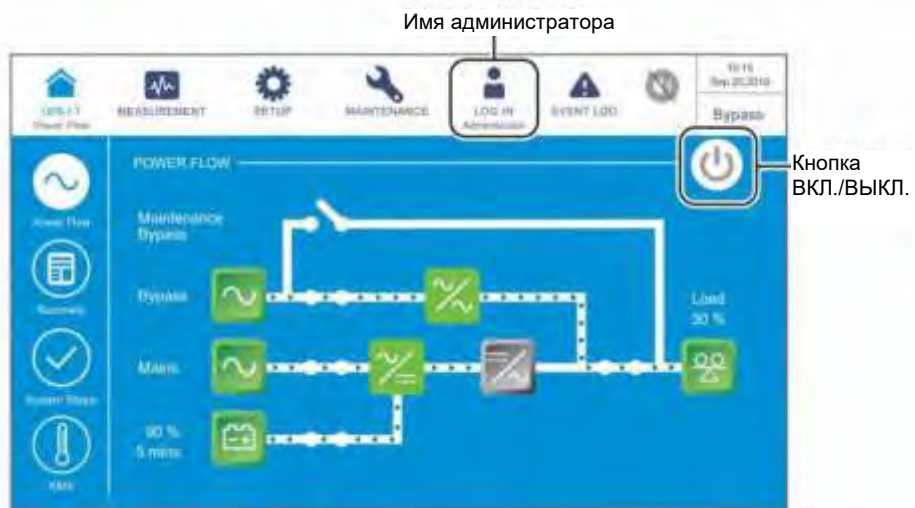

Рисунок 6-35: Главный экран: расположение кнопок имени администратора и ВКЛ./ВЫКЛ.
- 7) Войдите в систему как **Администратор**. Для получения пароля **Администратора** свяжитесь с персоналом по техническому обслуживанию. После входа в систему убедитесь, что вход произошел под именем **Администратора** (см. **Рисунок 6-35**).